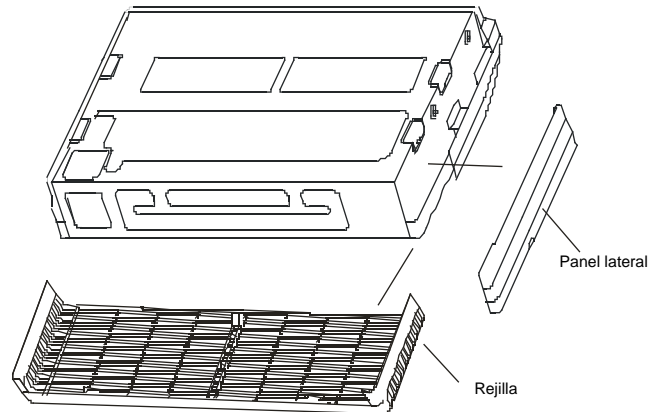

Fig. 4-10
- Extraiga el panel lateral y la rejilla (vea la Fig. 4-10). (En los modelos 48 y 60 no saque la rejilla.)